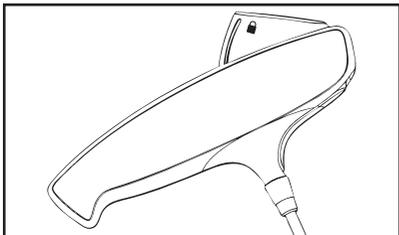

Figura 6. Acionador do aplicador de porta premido até baixo para aplicação das âncoras da porta
7. Depois de a cabeça de aplicação ser adequadamente posicionada na bolsa dissecada, exerça pressão na cabeça de aplicação, empurrando a alça do aplicador para baixo, para garantir que a porta de acesso fica plana contra a fáscia e o instrumento fica estabilizado para o disparo. Aperte com firmeza o acionador do aplicador de porta RapidPort® EZ até ficar preso para baixo (Figura 6) e as âncoras de aço inoxidável serem aplicadas na fáscia subjacente. Não solte o acionador.